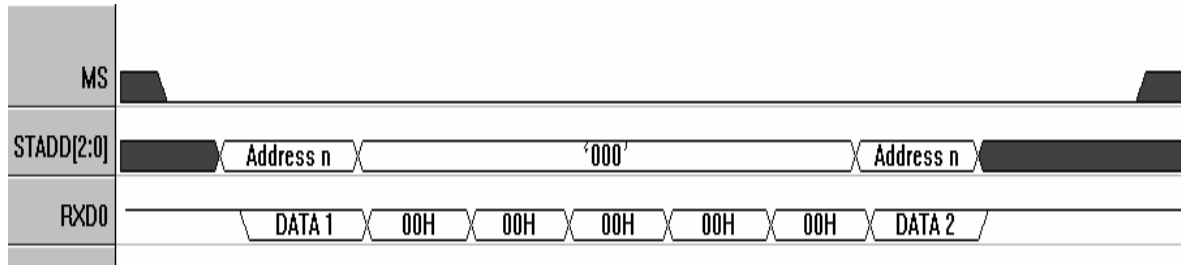

图 5 只向一个子串口连续发数据时序图
**注意：**由于母口波特率是子口波特率的 6 倍，母口发送 6 帧的时间子口才能发送一帧，所以若只需要对一个子口进行连续发送，则必须对母口发送进行延时操作，延时可采用延时程序实现，也可通过对母串口发送无效数据来实现，具体方法为将地址线 STADD 置为全 0，然后对母串口写 0x00。例如只需要对子串口 2 连续写两帧数据，则先向子串口 2 发送一帧数据，然后将地址线置为 0，MCU 发送 5 个 0x00，然后再向子串口 2 发送第二帧数据，**若不进行延时操作或发送延时数据不为 0x00 将导致不可预料的结果。**只向一个子串口连续发数据的时序如图 5 所示。如果需要向所有子串口发送，则不需要延时操作，只需要依次向各个子串口发送即可。